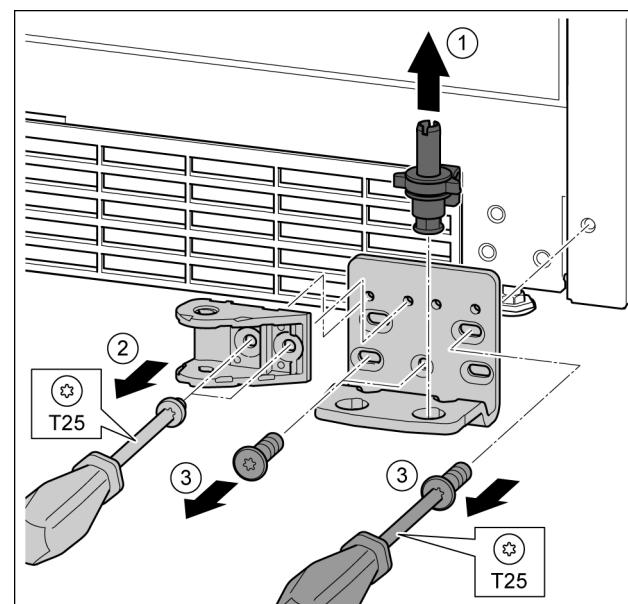

Fig. 30
- Lagerbolzen komplett nach oben herausziehen. Fig. 30 (1)
- Schrauben mit Schraubendreher T25 herausdrehen und Schließdämpferverbindung abnehmen. Fig. 30 (2)
- Schrauben mit Schraubendreher T25 herausdrehen und Lagerbock abnehmen. Fig. 30 (3)